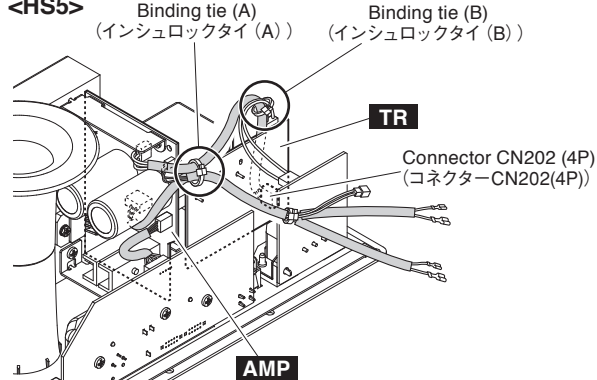

Fig. 4(図4)
5-1 Remove binding tie (A) and (B). Disconnect the connector assemblies from the connector CN202 (4P) of the TR circuit board. (Fig. 4)
\* Install as before binding tie (A) and (B) was removed. (Fig. 4)
5-1 インシュロックタイ (A) とインシュロックタイ (B) を外し、TR シートのコネクター CN202(4P) から束線を外します。(図 4)
※ 取付けるときには、インシュロックタイ (A) とインシュロックタイ (B) を取り外す前と同じように取り付けてください。(図 4)